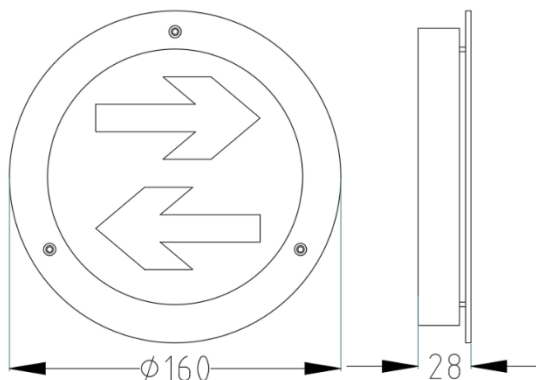

图 43
1. 标志灯为玻璃面板直径 160mm。外形示意图如图 43 所示。